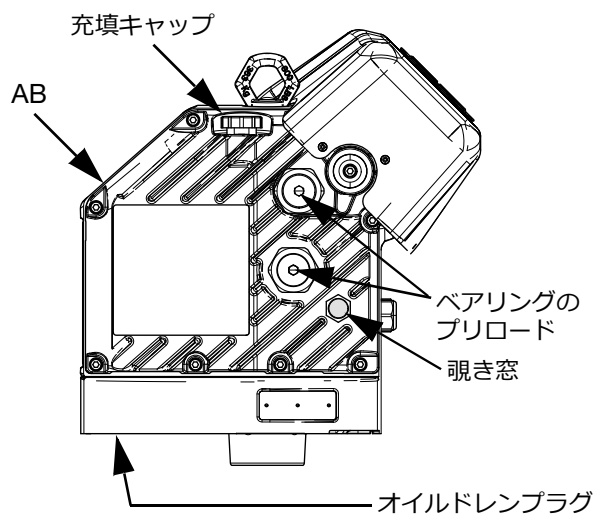

図 39: 覗き窓とオイル充填キャップ
3. オイルドレンプラグを取り外します。ドレンプラグの場所については 図 39 を参照してください。ドライバー (AB) からすべてのオイルが排出されるまで待ちます。
以下の 図 39 を参照してください。覗き窓のオイルレベル確認は定期的に行ってください。ドライバー (AB) が運転されていない場合、オイルレベルは覗き窓の中間点の近くである必要があります。オイルが少ない場合、充填キャップを開け、Graco 部品番号 16W645 ISO 220 シリコンフリー合成 EP ギアオイルを追加します。